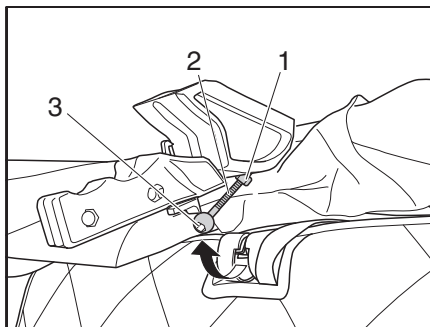

Figure 44 Dispositif de verrouillage Toit relevable
- Faire pivoter le boulon (Figure 44, 2) hors du logement de verrouillage.
- Desserrer la vis à six pans (Figure 44, 1).
- Serrer le boulon à l'aide d'une clé à six pans creux sur le logement à six pans creux (Figure 44, 3).
- Serrer la vis à six pans creux (Figure 44, 1) et faire pivoter le boulon (Figure 44, 2) dans le logement de verrouillage.